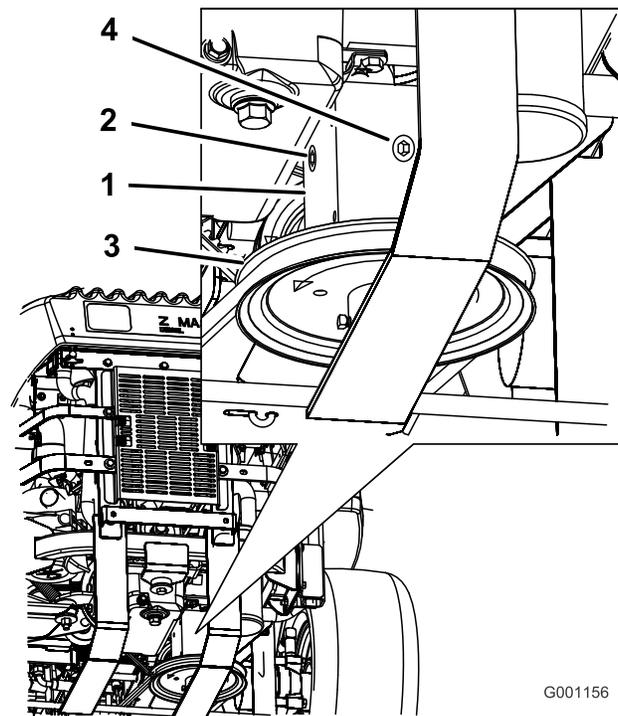

Figura 55
4. Retire el tapón lateral o trasero de la caja de engranajes. (Figura 55).